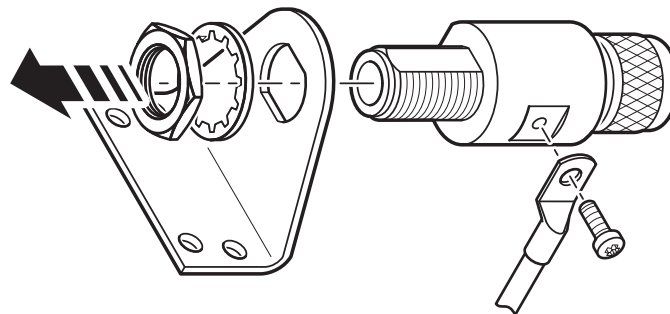

Abbildung 8.3: Montage des Überspannungsschutzes MBG S-PRO
2. Befestigen Sie die mitgelieferte Halterung wie in  Abb. 8.3 gezeigt und montieren Sie dann den MBG S-PRO an der Halterung.